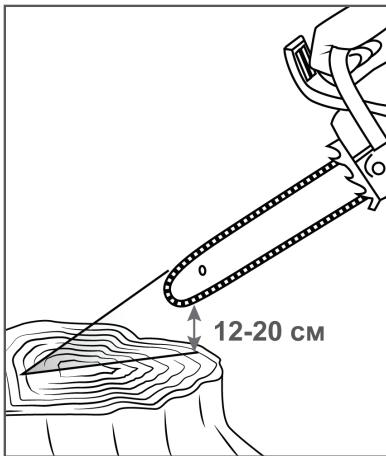

Рис. 12 Проверка подачи масла
- Нажмите на рычаг газа и дайте двигателю поработать примерно 10-15 секунд на средних оборотах. Под шиной должен оставаться четкий след от масла (Рис. 12).